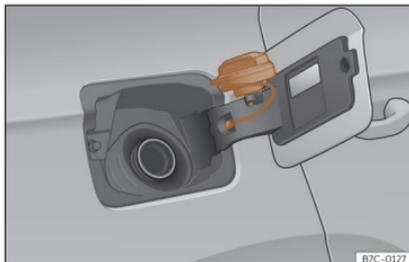

Fig. 190 Trappe à carburant avec bouchon ouvert.
- Placez le bouchon dans le logement se trouvant sur la charnière de la trappe à carburant ouverte»» fig. 190.